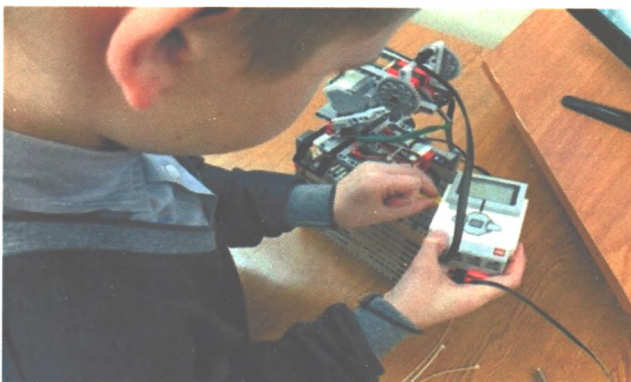

Рисунок 2 - Установка сервомотора и подсветки
- Устанавливаем сервомотор для вращения блока расположения лампы. Устанавливаем светодиодную подсветку и подключаем ее к блоку управления через *USB* интерфейс (рисунок 2).